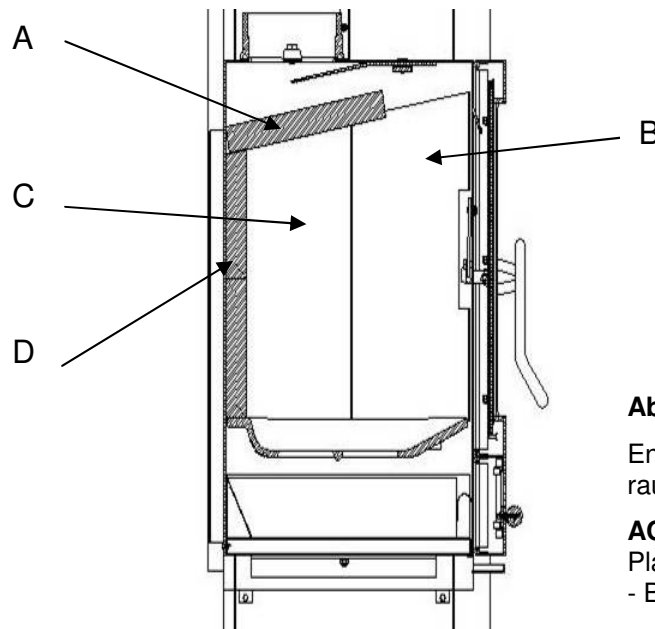

Abb. 2
Zur Reinigung der Rauchgaswege nehmen Sie die Feuerraumplatten vorsichtig, in der dargestellten Reihenfolge und jeweils links bzw. rechts (Abb. 2: erst A, B...zuletzt D), aus dem Feuerraum heraus. Platte (A) liegt mittig lose auf den Platten B und C seitlich im Feuerraum (bitte vorsichtig arbeiten, die Platten sind sehr zerbrechlich!). Etwaige Ablagerungen von Ruß und Staub können weggebürstet und abgesaugt werden. Anschließend die Platten sorgfältig in umgekehrter Reihenfolge wieder einsetzen.